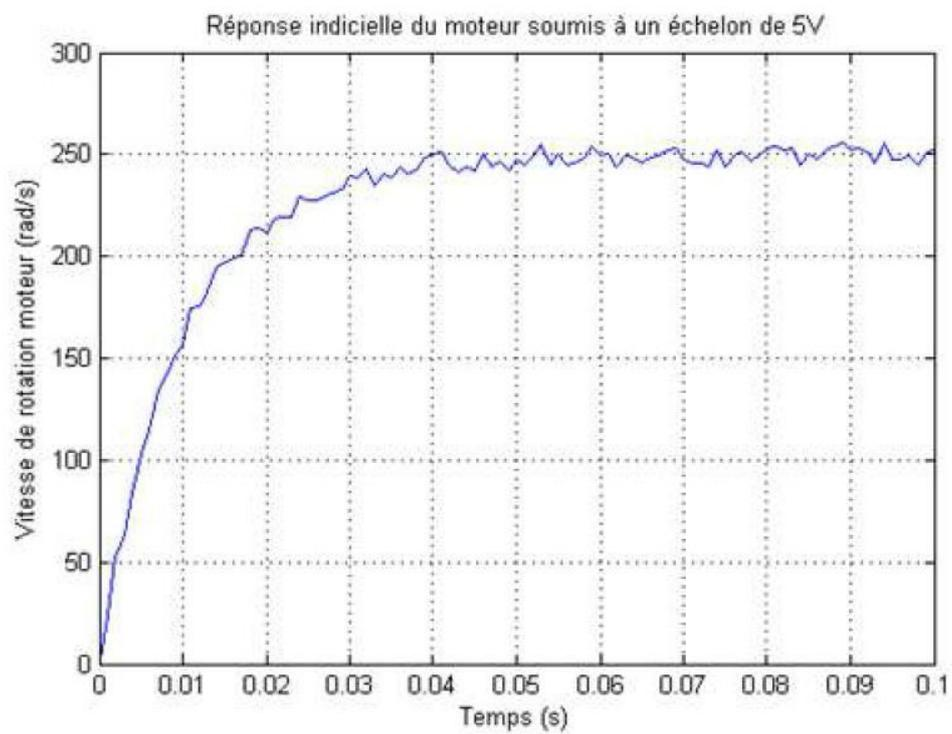

FIGURE 4 – Réponse indicielle du moteur soumis à un échelon d’amplitude 5V (en ordonnée : vitesse de rotation  $\omega_m(t)$  du moteur)
On commence par identifier les 2 paramètres du moteur en le soumettant à un échelon de tension de 5V et en mesurant sa vitesse de rotation  $\omega_m(t)$  (cf. Figure 4).
- 1.1) A partir de la réponse indicielle de la figure 4, calculer les paramètres  $K_m$  et  $\tau_m$  du moteur.